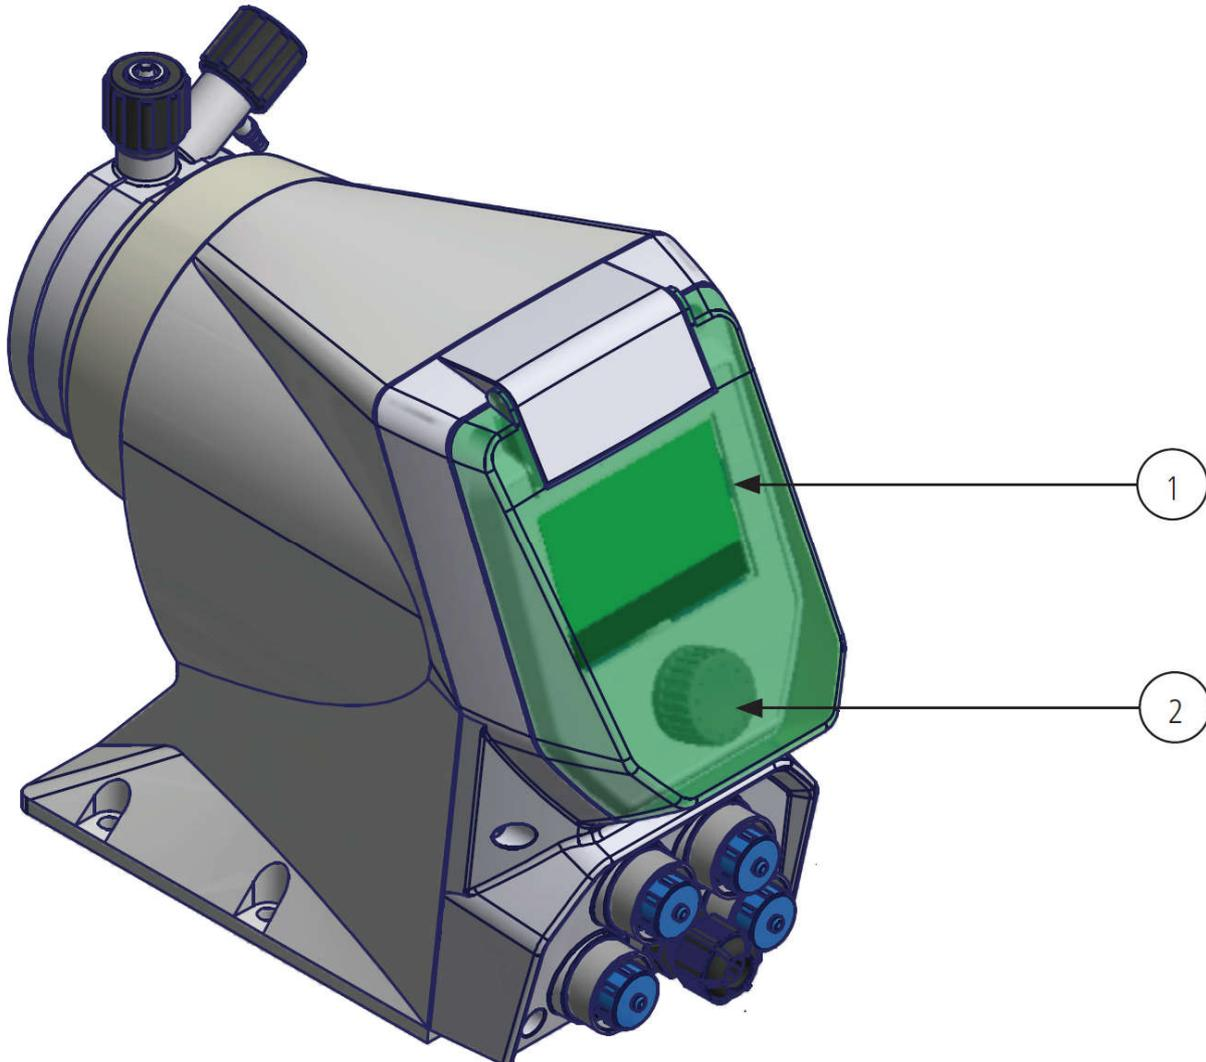

Abb. 6.1
1. Mehrfarbiges Display, siehe Abb. 6.1 (1), zeigt den Pumpenstatus an.
2. Encoder zu Bedienung des Gerätes. Bedienelement „Encoder“, siehe Abb. 6.1 (2)